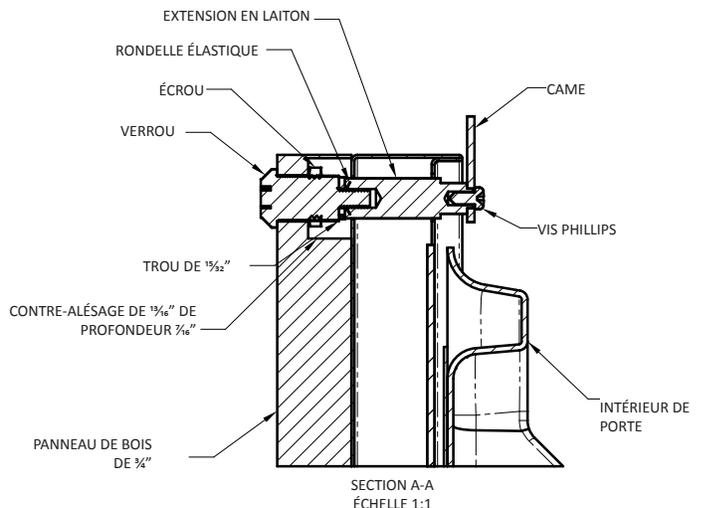

Figure 10
Localisez et marquez avec un crayon l'emplacement du trou de verrouillage sur le panneau de revêtement, c'est le trou dans l'angle supérieur du côté de la poignée de la porte. Enlevez le dispositif de maintien et enlevez le panneau de revêtement de la porte. Sur la face arrière du panneau où vous avez marqué l'emplacement de verrouillage, percez un contre-alésage de diamètre  $\frac{13}{16}$ " (20,5 mm) d'une profondeur de  $\frac{7}{16}$ " (11,0 mm) dans le panneau de revêtement. Percez un trou de diamètre  $\frac{15}{32}$ " (12,0 mm) dans le panneau de revêtement au milieu de ce contre-alésage en prenant soin de ne pas faire éclater le bois sur la face avant du panneau (Voir la Figure 10).
Deux (2) extensions de verrouillage sont fournies avec le verrou. Utilisez l'extension la plus longue pour un panneau de revêtement d'épaisseur  $\frac{3}{4}$ " et la plus courte pour un panneau d'épaisseur  $\frac{5}{8}$ ". Assemblez l'extension de verrouillage, une rondelle d'arrêt de came, une rondelle élastique et une vis de fixation sur le verrou comme montré aux Figures 10 et 11. Installez cet ensemble sur le panneau de revêtement avec l'écrou de maintien en utilisant une douille de 15 mm. Assurez-vous que la fente en trou de serrure du verrou est verticale.